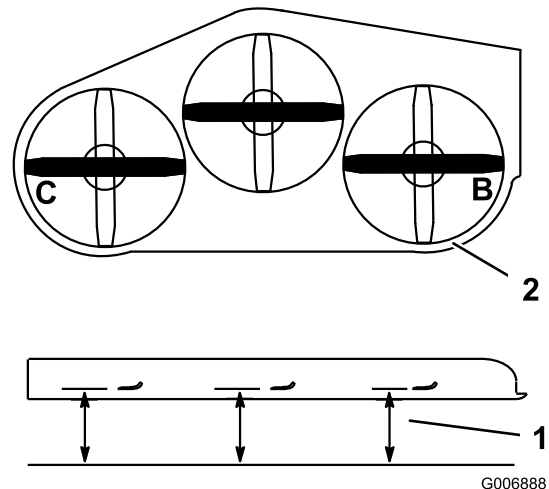

Bild 72
- Messen Sie von einer ebenen Fläche bis zu den Stellen **B** und **C** an den Schnittkanten der Messerspitzen (Bild 72).